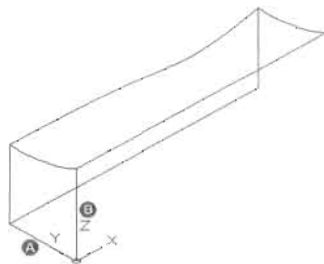

图 13-118
(1) 使用 `L` 命令绘制如图 13-118 所示的两条直线段。